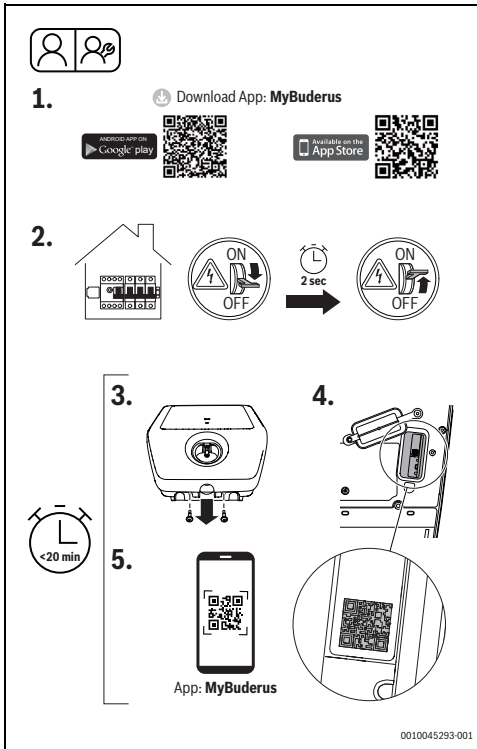

Bild 19 MyBuderus
- ▶ Logavolt über die Schalttafel der Stromversorgung ausschalten und nach ca. zwei Sekunden wieder einschalten (Abb. 19, Seite 15, Schritt [2]).
- ▶ Die beiden Schrauben an der Abdeckung lösen (Abb. 19, Schritt [3]).